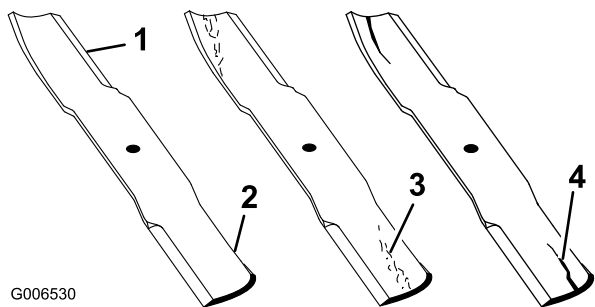

Figure 80
1. Examinez le tranchant des lames (Figure 80). Si les lames coupent mal ou présentent des indentations, déposez-les et aiguisiez-les (voir Aiguisage des lames).
2. Inspectez les lames, surtout la partie relevée. Remplacez immédiatement toute lame fendue, usée ou qui présente une entaille (Figure 80).